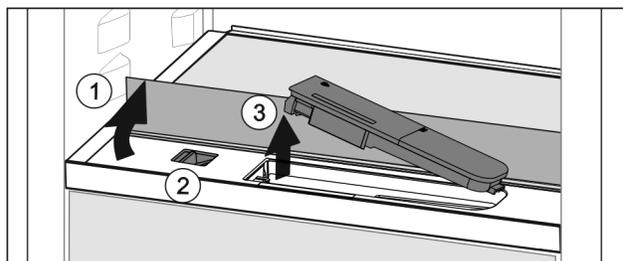

Fig. 97
- ▶ Soulever la tablette et la rabattre vers l'arrière jusqu'à la butée Fig. 97 (1).
- ▶ Pousser le curseur Fig. 97 (2) vers la gauche.
- ▶ Sortir le filtre à eau Fig. 97 (3).